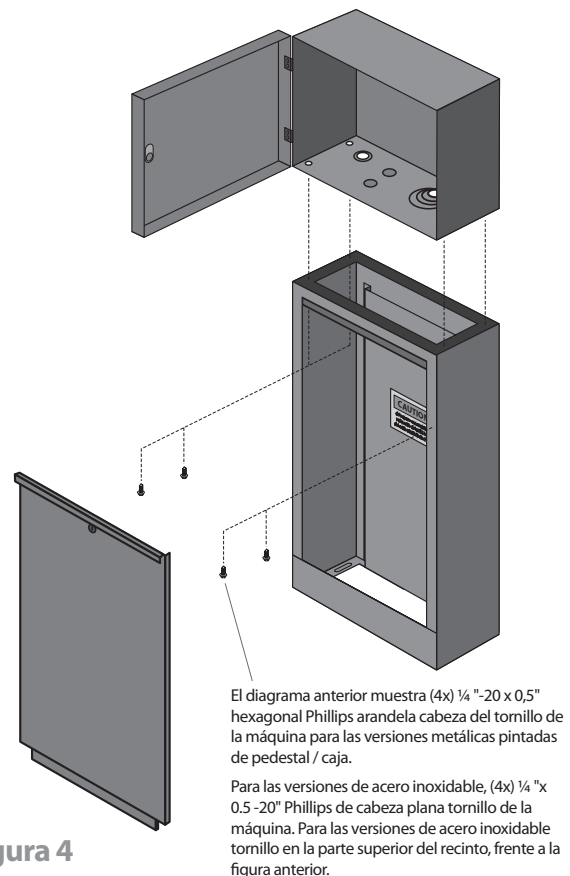

Figura 4
- Utilice los tornillos de montaje incluidos para sujetar el gabinete al pedestal. Asegúrese de que la posición y la dirección de los tornillos sea correcta según se muestra en la Figura 4.